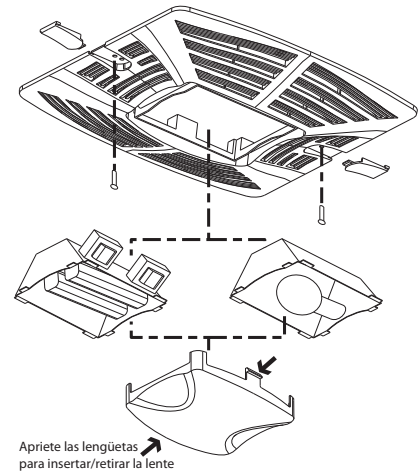

Figura 1 — Fijación de la Rejilla
4. Deslice las cubiertas de los tornillos de acoplamiento sobre éstos. Consulte la Figura 1.
6. Encaje la lente en su lugar presionando sus bordes exteriores, consulte la Figura 1. Para retirar la lente, utilice un destornillador pequeño y apalanque en uno de los lados de ésta.